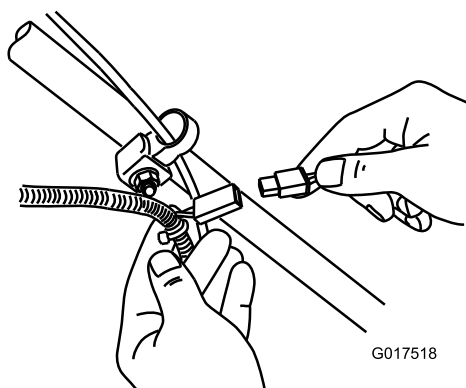

Figure 35
1. Branchez le chargeur sur le faisceau de câblage situé sous la clé de contact (Figure 35).